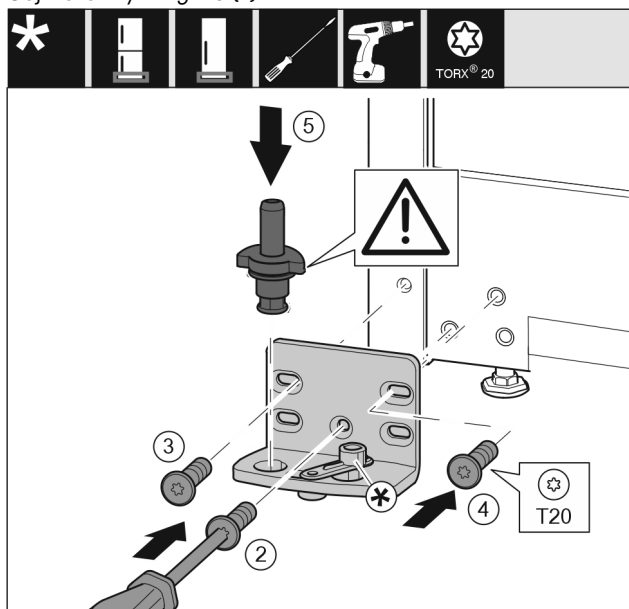

Fig. 16
- ▶ Nasad'te stojan ložiska na druhé straně a přišroubujte pomocí šroubováku T20. Začněte šroubem 2 dole uprostřed. Fig. 16 (2)
- ▶ Pevně utáhněte šroub 3 a 4. Fig. 16 (3,4)
- ▶ Zcela vložte ložiskový čep. Přitom dávejte pozor, aby zajišťovací vačka směřovala dozadu. Fig. 16 (5)